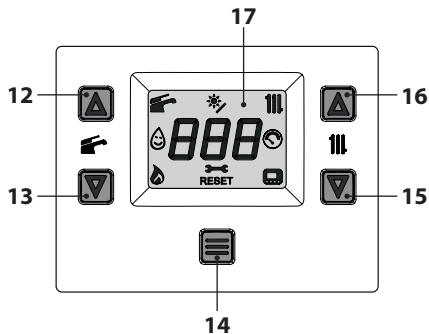
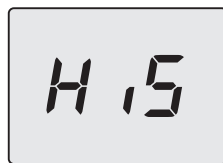
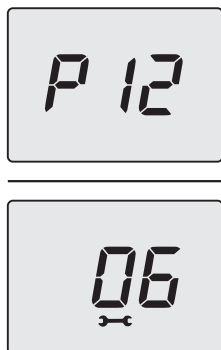
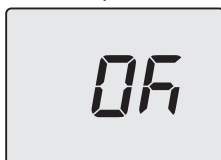

Figura 5.43
Figura 5.44
Figura 5.47
Figura 5.48
- Entrare in "modalità programmazione" premendo contemporaneamente per 5 secondi i tasti 13 e 15 (Figura 5.43) fino a far apparire sul display LCD le lettere HIS che indicano il menu "Storico delle caldaie" (Figura 5.44).
- Premere per 1 sec. il tasto 14 (Figura 5.43) per entrare nel parametro selezionato. Il display visualizzerà quanto segue (Figura 5.47).
- Premendo il tasto 14 (Figura 5.43) si ottiene la conferma del valore inserito. Il display visualizzerà per 5 sec. quanto segue (Figura 5.48) poi, si porterà al livello superiore.
- Premendo contemporaneamente i tasti 13 e 15 (Figura 5.43) si esce senza modificare il valore (ritorno al livello precedente).
- tenere premuti contemporaneamente i tasti 13 e 15 per 5 sec. (Figura 5.43) (ritorno al livello precedente).